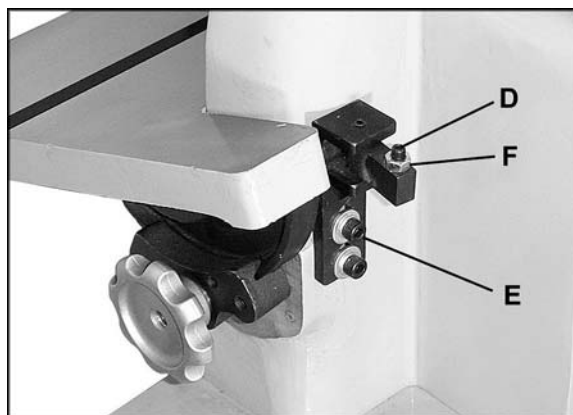

Figure 17
Une vis d'arrêt de zéro degré (D, Figure 17) est située derrière le disque. Le bloc doit être réglé pour l'installation rapide de la table sur la position zéro (table de 90 degré). Faites pivoter la cale pour la sortir pour que la table s'incline vers le bas. S'il est nécessaire d'effectuer d'importants réglages sur l'arrêt de zéro degré, desserrez les vis à chapeau à tête creuse (E) et soulevez ou abaissez le support. Pour un réglage précis, desserrez l'écrou hexagonal (F) et vissez ou dévissez la vis d'arrêt (D), si nécessaire. Resserrez l'écrou hexagonal (F).